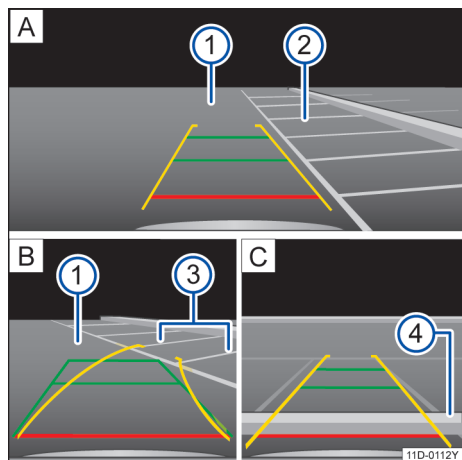

图 111 信息娱乐系统的屏幕显示：使用倒车摄像头泊车
- 将车辆驶到停车位前方→图 111Ⓐ②。
- 转向，使黄色辅助线与目标车位边界对齐。绿线和黄线必须与侧面边界线→图 111Ⓑ③重合。
- 当红色辅助线到达车位后方边界→图 111Ⓒ④时，停车。